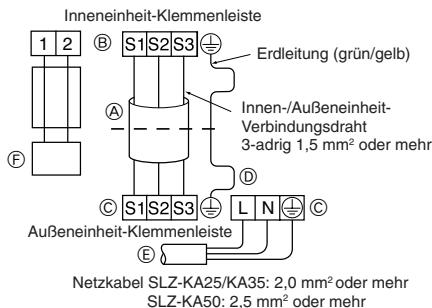

Fig. 7-4
- Verdrahtung wie in der Abbildung links unten dargestellt vornehmen. (Kabel ist vor Ort zu beschaffen) (Fig. 7-4)